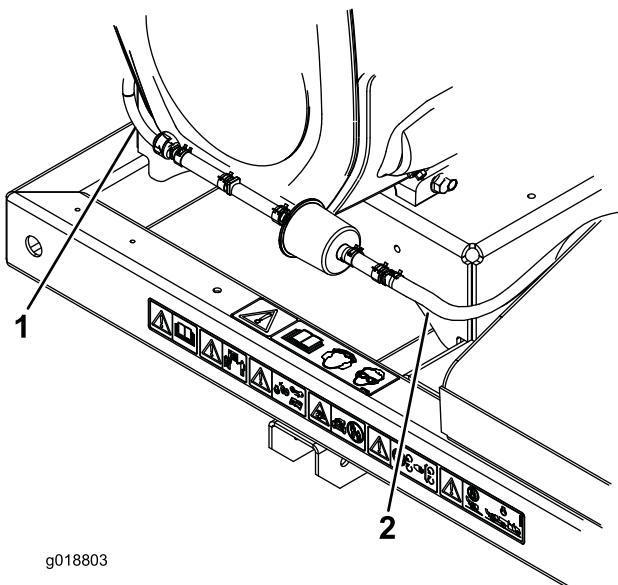

Figura 2
- Collegate l'estremità del flessibile (76 cm) al raccordo del canister a carboni attivi (Figura 2).
- Collegate l'estremità del flessibile (44 cm) al raccordo del motore (Figura 2).